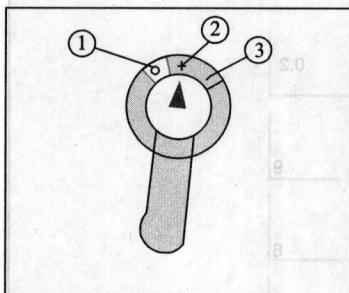

图 1-21 印刷机电源开关
印刷机电源开关如图 1-21 所示，各按键的功能：①—印刷机断电；②—关闭电源；③—启动。